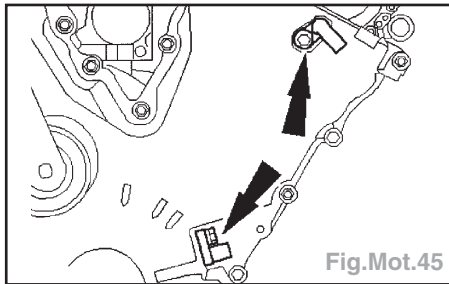

Fig.Mot.45
- Déposer les capteurs CMP et CKP (Fig.Mot.45).